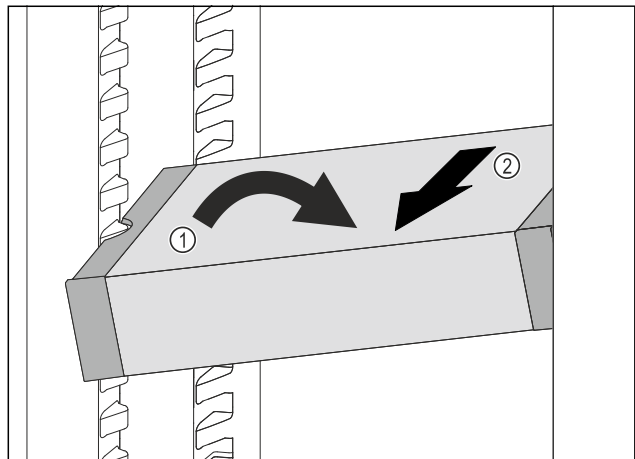

Fig. 81
- Incliner le VarioSafe dans la partie réfrigérateur. Fig. 81 (1)
- Sortir le tiroir VarioSafe par l'avant. Fig. 81 (2)